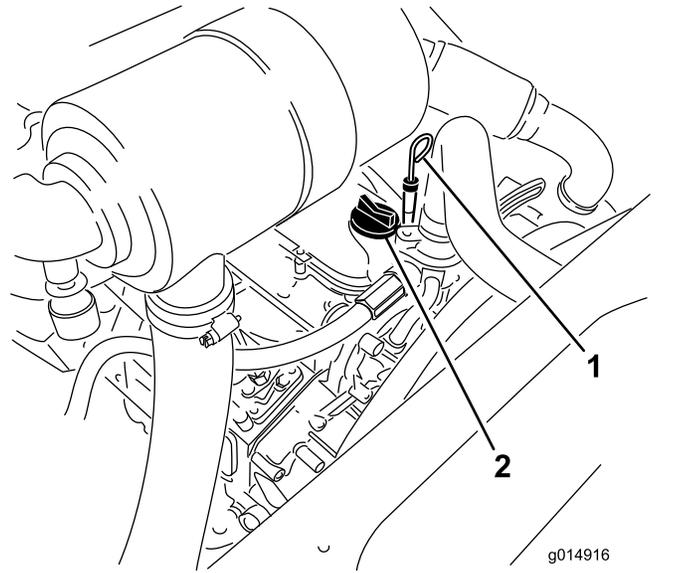

图27
3. 取出量油尺擦拭干净并安装 图27。
5. 如果油位低于已满标记应取下加油盖 图27 添加机油直至油位达到量油尺上的已满标记。**切勿过量添加。**